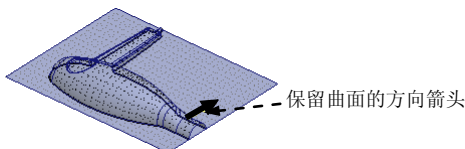

图 8.24 选取保留曲面的方向
(3) 单击 **分型面** 功能选项卡 **编辑** 区域中的 **合并** 按钮，此时系统弹出“合并”操控板。
(4) 保留曲面的方向箭头，如图 8.24 所示。